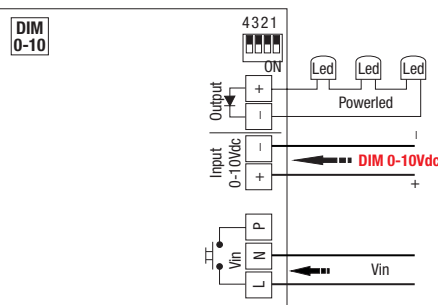

Fig. 3 - RN9160/DALI
**B - Funzione DALI** (Fig. 3) - (RN9160/DALI)
**B - DALI function** (Fig. 3) - (RN9160/DALI)